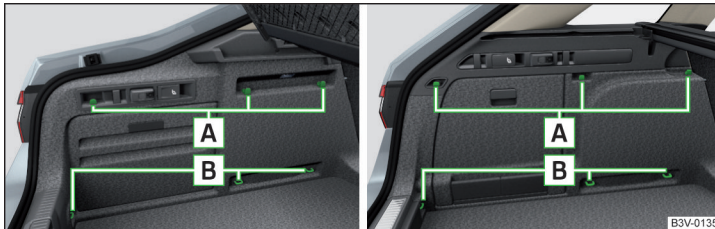
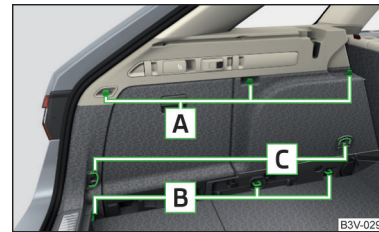

Abb. 138 Befestigungselemente: Variante 1 / Variante 2
Abb. 139
**Übersicht der Befestigungselemente** » Abb. 138 und » Abb. 139
Wenn das Fahrzeug mit dem variablen Ladeboden ausgestattet ist und dieser sich in der oberen Position befindet, dann können für die Befestigung der Netze die Verzurrrösen **C** verwendet werden » Abb. 139 auf Seite 109.